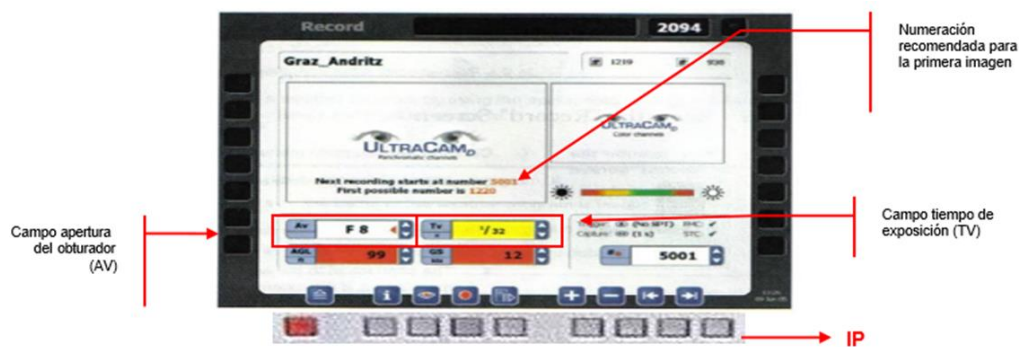

Figura 24. Ventana - Record-Ready
NOTA: Tenga en cuenta los parámetros detallados de distribución y configuración de captura que se muestran en el numeral 3.11 Parámetros de captura en vuelo de la ventana record. Ver Figura 24 y Tabla 18.
5. Cambie el valor de apertura presionando desde el panel de interfase (IP) el botón  disminuir o  aumentar hasta que el fondo cambie a blanco. De esta forma realiza una nueva configuración. Tenga en cuenta los parámetros descritos en el numeral 3.11 Parámetros de captura en vuelo de la ventana record.
6. Si el tiempo de exposición no es recomendable, el campo TV aparece en fondo amarillo, en este caso, presione en el panel de interfase (IP) el botón  y seleccione hasta llegar al campo TV, Figura 24.
7. Cambie el valor de exposición presionando desde el panel de interfase (IP) el botón  disminuir o  aumentar el valor hasta que el fondo cambie a blanco. numeral 3.11 Parámetros de captura en vuelo de la ventana record.
9. Presione en el panel de interfase (IP) el botón  para detener la grabación una vez finalizada la captura de imágenes aerofotográficas digitales.
10. Presione en el panel de interfase (IP) el botón  para salvar los cambios y regresar a la ventana principal. De esta forma termina el proceso de captura de las imágenes aerofotográficas digitales.